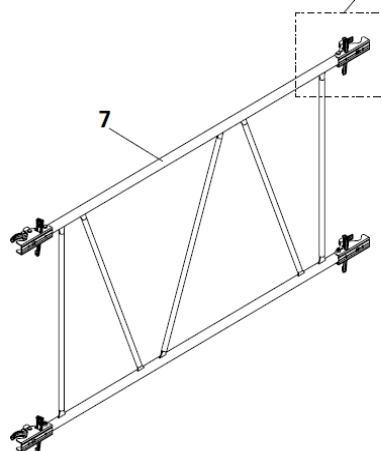

Fig. A2.06
O bastidor ADB (7) fornece estabilidade temporária ao sistema ALPHADECK durante a montagem. (Fig. A2.06)